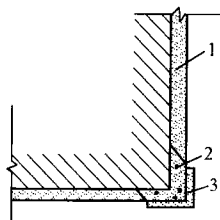

图 1-21 明护角
② 明护角做法。在底子灰抹完后，再做护角（图 1-21）。此时要在距阳角 5cm 墙面，把石灰砂浆垂直切成直槎。将砖上石灰砂浆清理干净，以免阳角接槎空鼓。其方法是先用 1:2 水泥砂浆抹上一层，随后靠上八字靠尺。参照墙面将阳角抹平，隔夜后再靠上八字靠尺，用水泥砂浆抹出一条凸出墙面、宽约 5~7cm 的条带，切齐边口，用捋角器捋成圆角即成。